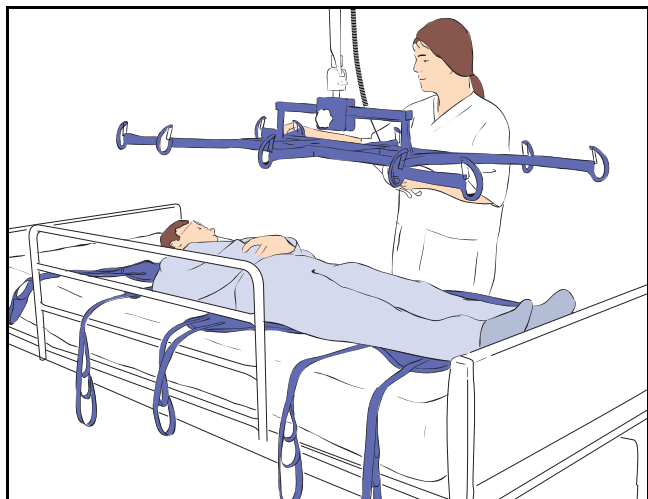

Fig. 12
- 3) Sørg for at bærerammen er så høyt oppe som mulig, og flytt heisen til rammen befinner seg rett over pasienten (se Fig. 12).